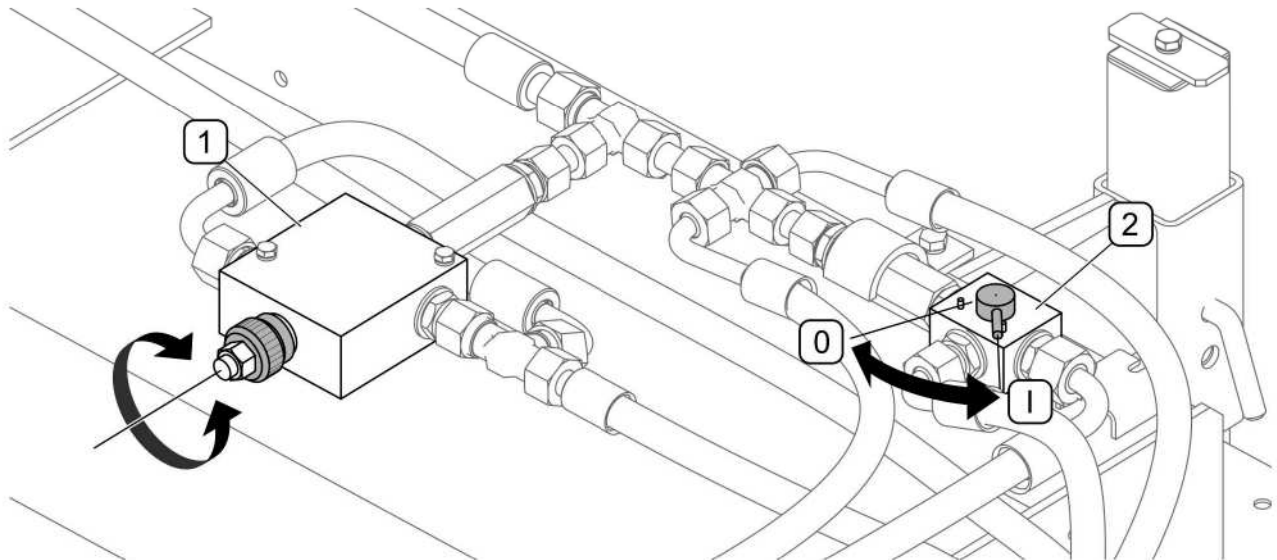

ABB. 5.7A Durchflussregler und Verteiler des Antriebs der Seitenbürste
(1) - Durchflussregler; (2) - Verteiler des Antriebs der Seitenbürste; (I) - Bürstenantrieb eingeschaltet; (0) - Bürstenantrieb ausgeschaltet
Bei Kehrmaschinen mit Seitenbürste wird ein Durchflussregler (1) (ABB. 5.7A) eingesetzt, der eine stufenlose Einstellung der Drehgeschwindigkeit der Seitenbürste gegenüber der Kehrwalze ermöglicht. Die Drehzahleinstellung erfolgt mithilfe eines Drehreglers.